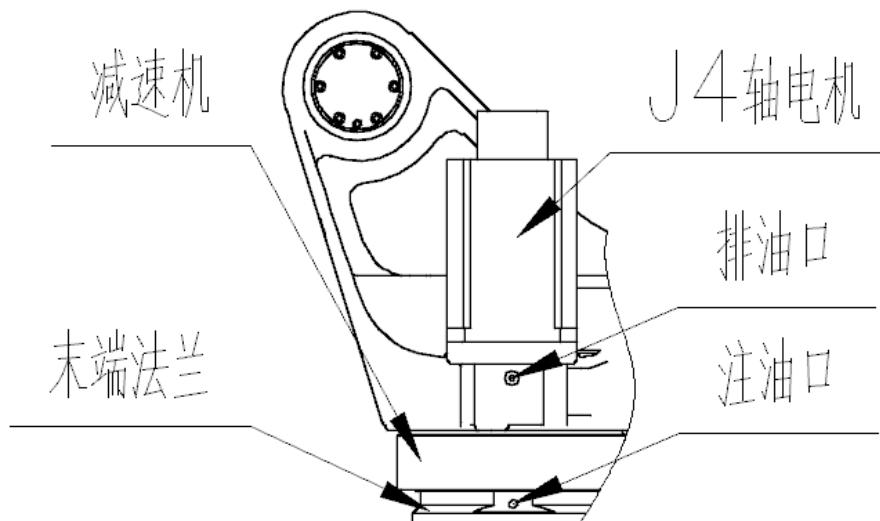

图 14 J4 轴局部结构
(1) 油脂补充步骤 (参考图 14)
- ④ 安装排油口堵塞前，运动 J4 轴若干分钟，使多余的油脂及空气从排油口排出；
- ⑤ 用布擦净从排油口排出的多余的油脂，在排油口安装堵塞。堵塞的螺纹处要缠生胶带，并用扳手拧紧。
(2) 油脂更换步骤（参考图 14）